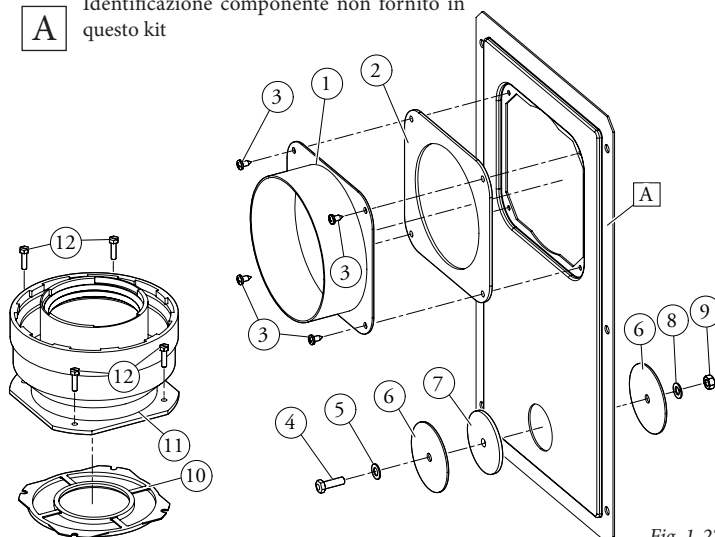
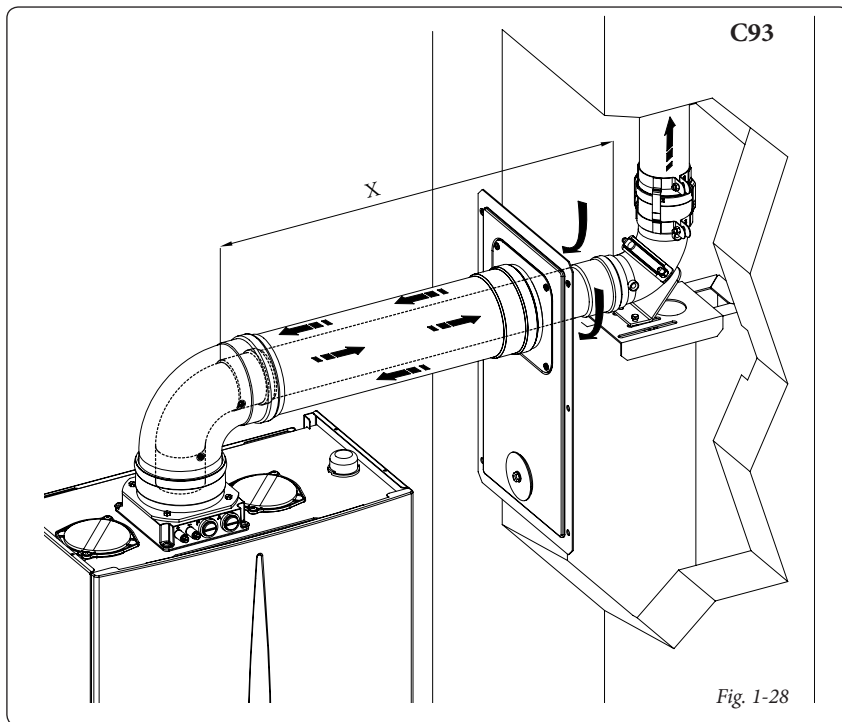

Fig. 1-27
Fig. 1-28
- Montare i componenti del kit "C9" sul portello (A) del sistema intubamento (Fig. 1-27).
- (Solo versione Ø 125) montare l'adattatore flangiato (11) interponendo la guarnizione concentrica (10) sulla caldaia fissandolo con le viti (12).
- Predisporre la fumisteria della caldaia calcolando che il tubo interno del kit concentrico dovrà innestarsi fino a battuta nella curva del sistema intubamento (quota "X" fig. 1-28), mentre il tubo esterno deve arrivare a battuta sull'adattatore (1).
- Montare il coperchio (A) completo di adattatore (1) e tappi (6) a parete e assemblare la fumisteria al sistema intubamento.
Una volta assemblato correttamente tutti i componenti i fumi di scarico verranno espulsi mediante il sistema intubamento, l'aria comburente per il normale funzionamento della caldaia verrà aspirata direttamente dal cavedio (Fig. 1-28).
Per la determinazione del sistema fumario C93 in configurazioni differenti da quella appena descritta (Fig. 1-28) occorre considerare che 1 metro di condotto intubato secondo le indicazioni descritte ha un fattore di resistenza uguale a 4,9.
Per la determinazione del sistema fumario C93 in configurazioni differenti da quella appena descritta (Fig. 1-28) occorre considerare le seguenti perdite di carico: